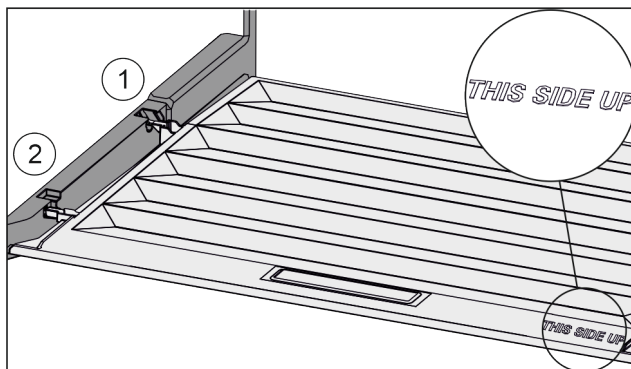

Fig. 44
▶ Вставьте поперечные ребра крышки через отверстие заднего держателя Fig. 44 (1) и защелкните спереди в держателе Fig. 44 (2).